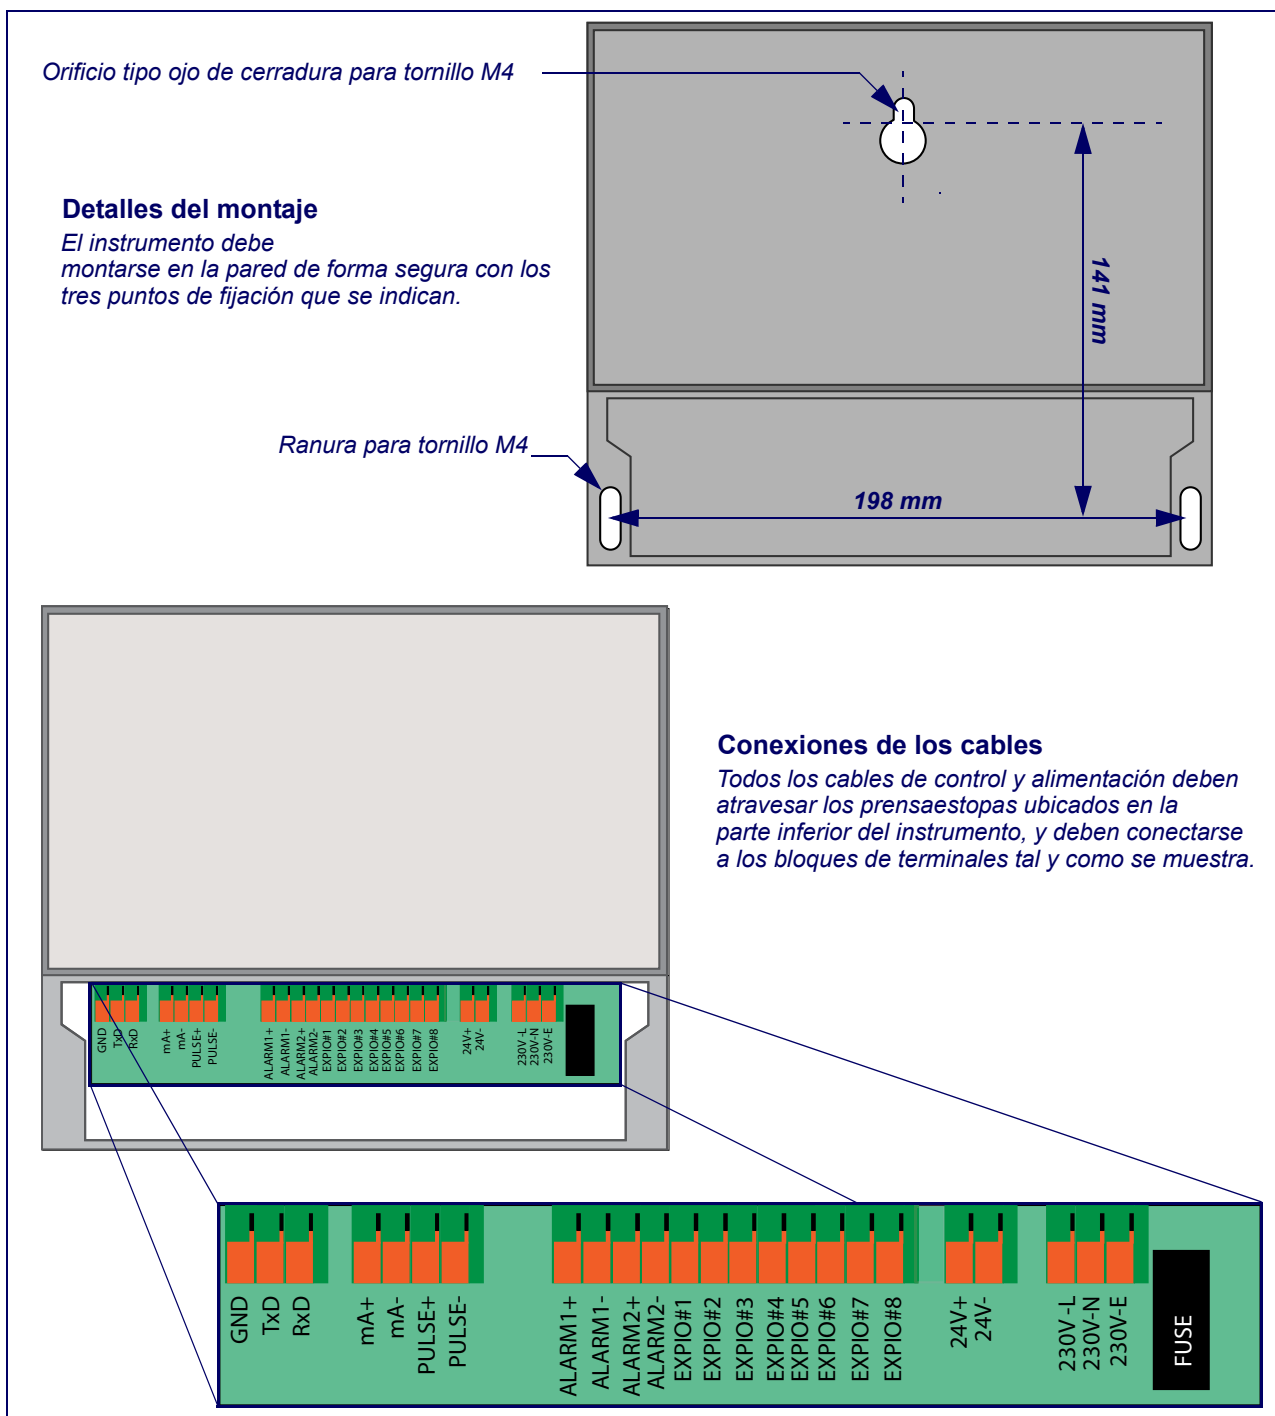

Figura 2.1 Detalles del montaje y la conexión del instrumento U3000/U4000
3. Corte los cables a la longitud correspondiente, quite el aislamiento en aproximadamente 10 mm y conéctelos en los terminales correspondientes tal y como se describe anteriormente y se ilustra en la Figura 2.1.
2. Corte los cables a la longitud correspondiente, quite el aislamiento en aproximadamente 10 mm y conéctelos en los terminales de alimentación correspondientes identificados en la Figura 2.1.